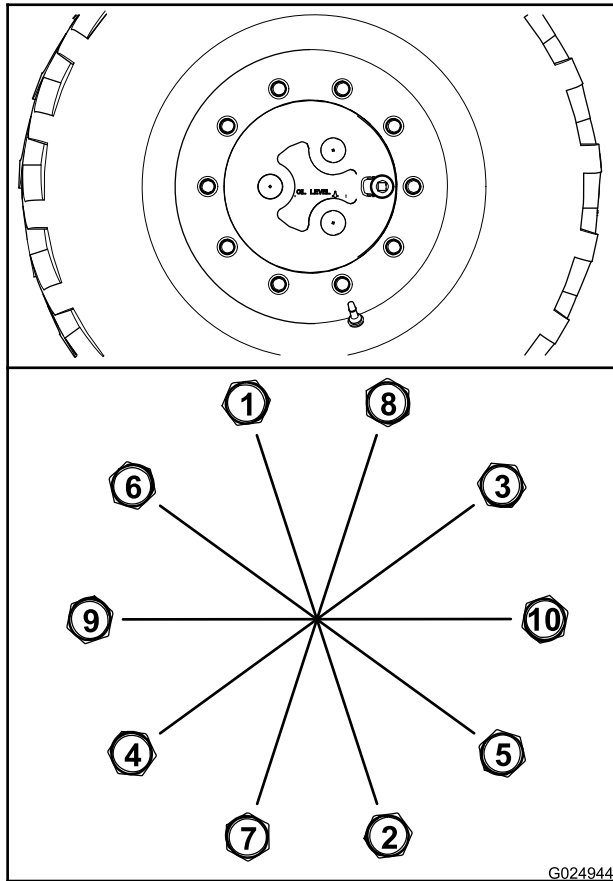

Figura 83
- A. Aperte todas as porcas com torque de 100 Nm (75 pés-lb) na sequência mostrada na Figura 83.
- B. Aperte todas as porcas com torque de 200 Nm (150 pés-lb) na sequência mostrada na Figura 83.
- C. Aperte todas as porcas com torque de 300 Nm (225 pés-lb) na sequência mostrada na Figura 83.